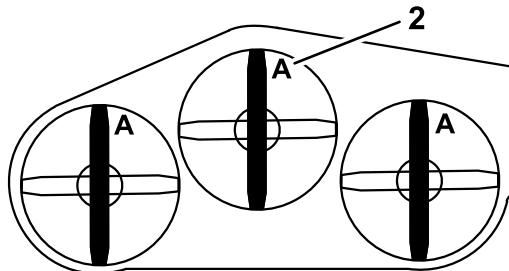

Bild 113
2. Messen Sie von einer ebenen Fläche bis zu den Schnittkante (Stellung A) der Messer (Bild 113).